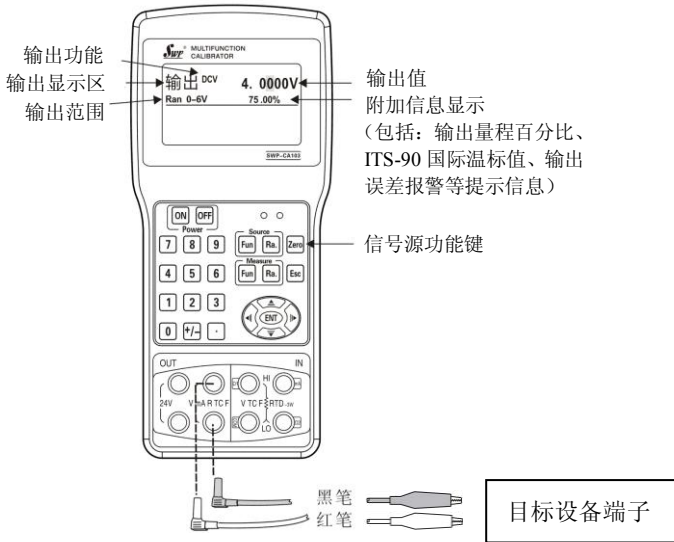

图 4.1 连接信号源端子
①通过左右方向键选择光标的位置，通过上下键修改该位的数值；
②直接通过数字键盘区输入数值，输入完一位后光标自动向右移一位，小数点位自动跳过，到末尾自动跳到起始位（以下所有的数值输入都可通过这两种方式实现修改）。
- 1 连接端子见图 4.1。